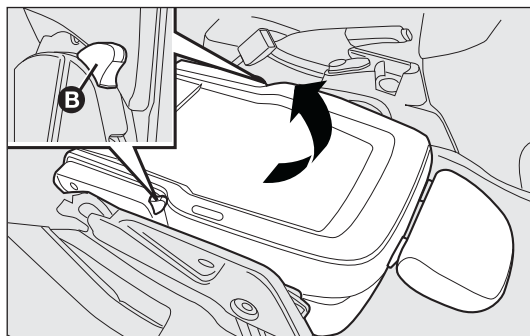

fig. 26
- ☐ accione las palancas B-fig. 26 y vuelva a levantar el asiento hacia arriba.